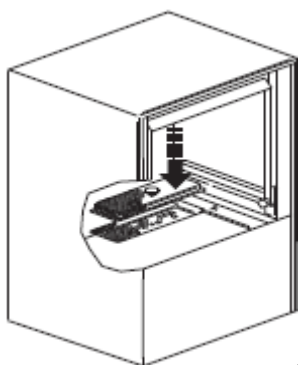

fig 5.2
- 2 Controleer of het filter correct is geplaatst (fig 5.2, 5.3.)